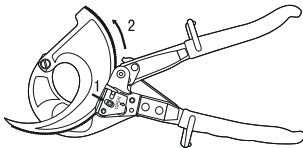

Рисунок 12
- нажмите до упора на клавишу фиксатора и удерживайте её (рисунок 12, позиция 1);